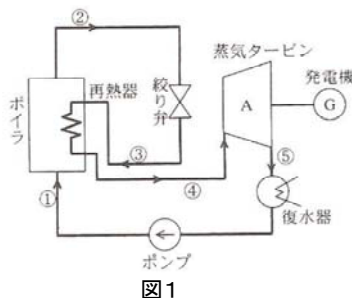
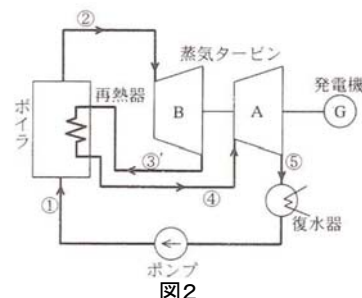

図1
図2
- 蒸気原動所の2つの理論サイクルを考える。図1では40°Cの水(状態①)を15MPaの圧力のもとでボイラにより360°C(状態②)へ加熱する。この蒸気を5MPaまで絞り弁により膨張させ(状態③),再熱器で再び360°C(状態④)へ加熱する。そして蒸気タービンAにより湿り蒸気の状態まで膨張させ(状態⑤),復水器で復水し,ポンプで加圧して状態①へ戻す。一方,図2では図1における絞り弁を蒸気タービンBに置き換えており,状態②の蒸気を蒸気タービンBに導いて仕事を発生させ,圧力5MPaまで膨張させたいもので(状態③'),③'を除く①から⑤までの状態は図1と同じである。